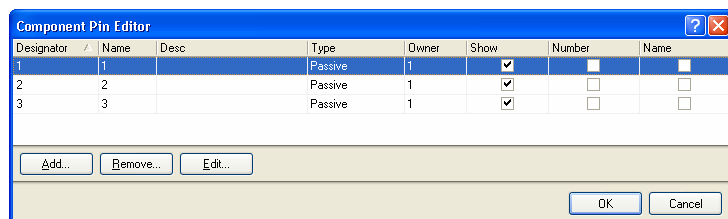

図9 Component Pin Editor ダイアログですべてのピンの表示、編集が可能
- Component Pin Editor** ダイアログを使用すると、ピンの属性がピン個別の **Pin Properties** ダイアログを経由しないで直接編集できます。**Library Component Properties** ダイアログ(このダイアログを開くには、**SCH Library** パネルのコンポーネント名をダブルクリック)で、**Edit Pins** をクリックすると、**Component Pin Editor** ダイアログが表示されます(図9)。